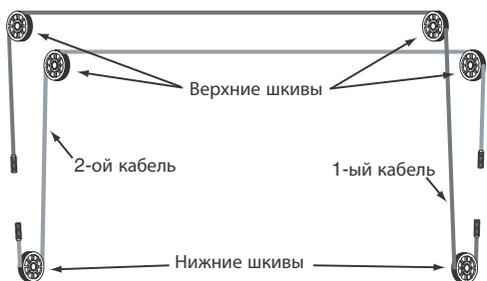

Рис. 11
10. Выравнивание кабелей: На рис. 11 показано общее расположение кабеля. Проще сначала выполнить распорку нижних штифтов.